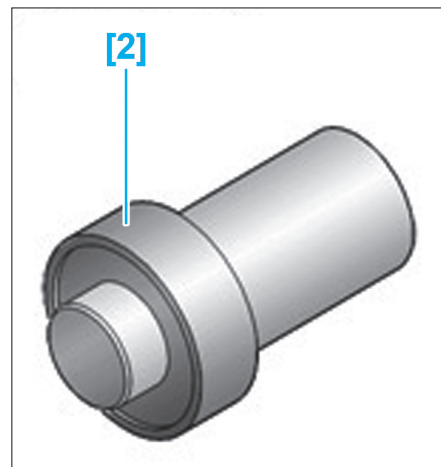

Fig. 10
- Boîte BE4R : 7114-TW (Fig.10).